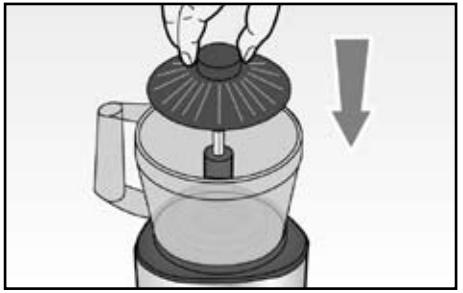

Fig. 6
- Nel caso invece si desiderasse montare albumi o panna, installare l'apposito accessorio (L) sul supporto lama (F) come mostrato in Fig. 6.